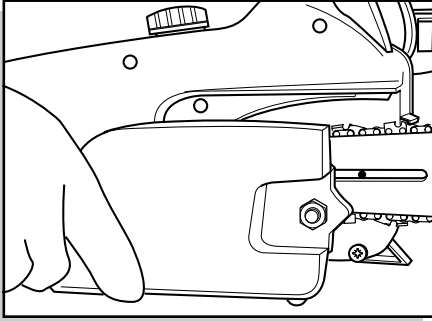

fig. 1
- Svitare il dado e togliere il carter copricatena (fig. 1).